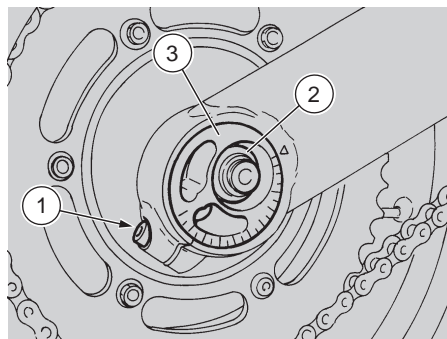
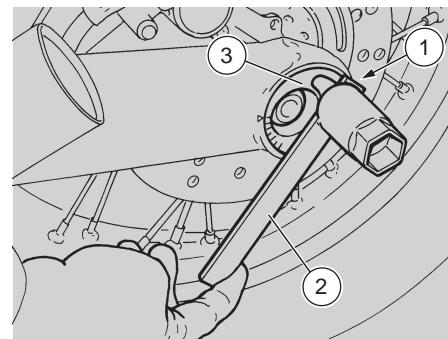

Fig. 34
Fig. 35
- ◆ Svitare leggermente le viti (1 - Fig. 34 . 1 - Fig. 35).
- ◆ Allentare il dado di fissaggio perno ruota posteriore (2 - Fig. 34).
- ◆ Utilizzando la chiave (2 Fig. 35) in dotazione al kit attrezzi, ruotare i registri (3 - Fig. 34, 3 - Fig. 35) sino ad ottenere la tensione prescritta. I riferimenti fissi, posti sul forcellone, devono coincidere su entrambi i lati con la tacca stampata sugli eccentrici mobili.
- ◆ Completata l'operazione, stringere il dado di fissaggio perno ruota posteriore (2 - Fig. 34).
- ◆ Stringere le viti (1 - Fig. 34, 1 - Fig. 35).